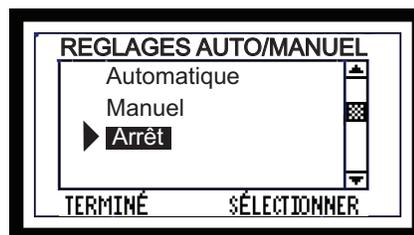

Figure 33.1
- Réglez la télécommande murale sur ARRÊT au moyen de l'écran RÉGLAGES AUTO/MANUEL. **Figure 33.1.**
Après l'entretien, redémarrez l'appareil au moyen de l'écran RÉGLAGES AUTO/MANUEL. **Figure 33.1.**